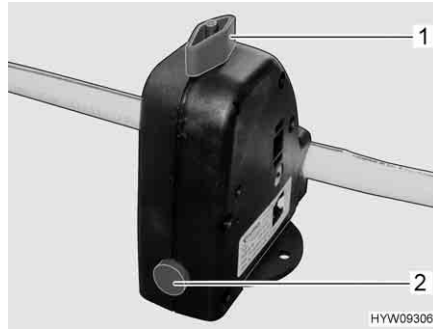

Fig. 144 Valvola di sicurezza/di scarico (Truma)
- Chiudere la valvola di sicurezza/di scarico (Truma). A tal fine ruotare la manopola (Fig. 144,1) verticalmente rispetto alla valvola di sicurezza/di scarico e premere verso l'interno il bottone automatico (Fig. 144,3). Con temperature inferiori a 6 °C non è possibile chiudere la valvola di sicurezza/di scarico.